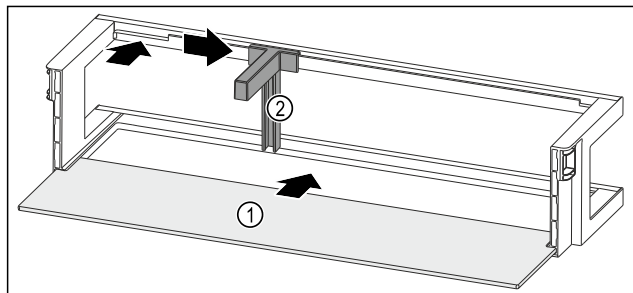

Fig. 255 Ajtópolc tárolólappal
- ▶ Tolja be a tárolólapot Fig. 255 (1) az oldalsó bemarásokba.
- ▶ Helyezze be a palacktartót Fig. 255 (2) a mélyedésbe.
- ▶ Tolja oldalra a kívánt pozícióba a palacktartót Fig. 255 (2).